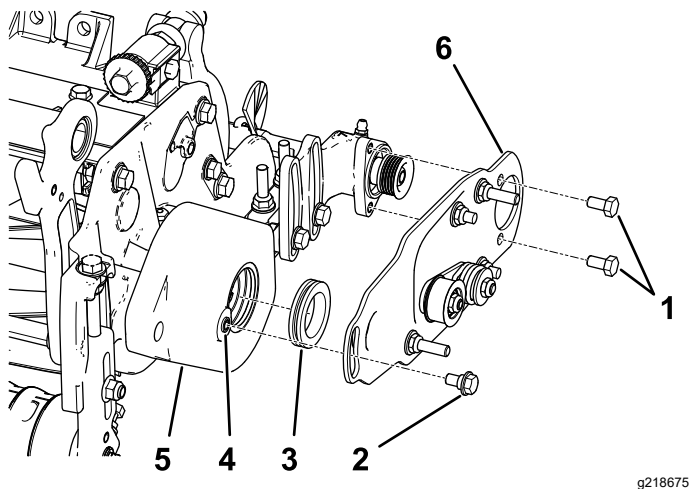

Figura 10
2. Aplique una película de grasa al interior del anillo de goma del alojamiento del cepillo del rodillo (Figura 10).
3. Instale la placa de pivote del cepillo del rodillo izquierdo o derecho (**Figura 10**).
Nota: Asegúrese de que la polea tensora está instalada en la parte inferior, según se muestra en **Figura 10**.
4. Aplique fijador de roscas en los 2 pernos (5/16" x 1/2") y utilícelos para montar la placa del cepillo en el alojamiento del cojinete del cepillo de rodillo (**Figura 10**).
5. Elimine cualquier resto de pintura de las roscas del alojamiento del cepillo del rodillo usando un macho de roscar de 5/16-18 antes de enroscar el perno de cuello largo (**Figura 10**).
6. Aplique fijador de roscas al perno de cuello largo (**Figura 10**).
7. Sujete la placa del cepillo al alojamiento del cepillo del rodillo con el perno de cuello largo (**Figura 10**).